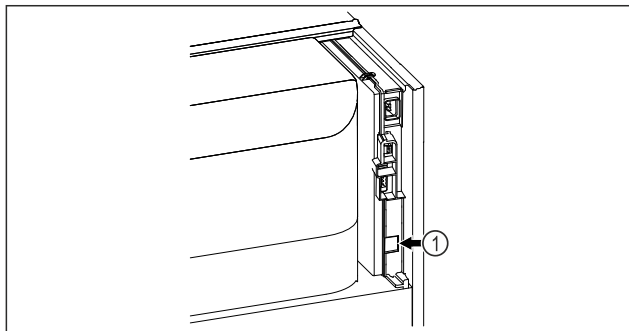

Fig. 90
- SmartModule Fig. 90 (1) er indsat.